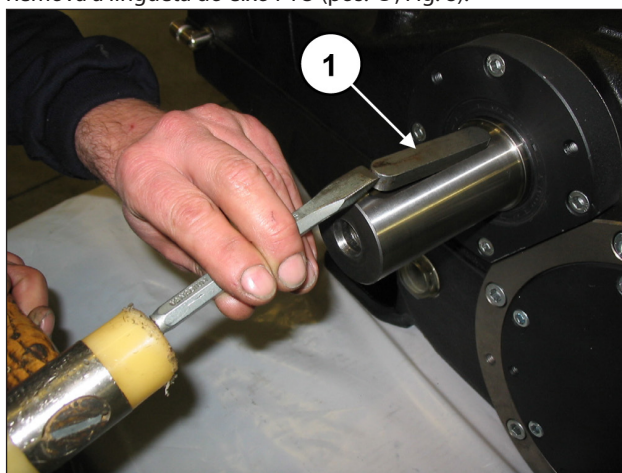

Fig. 8
Remova a lingueta do eixo PTO (pos. ①, Fig. 8).